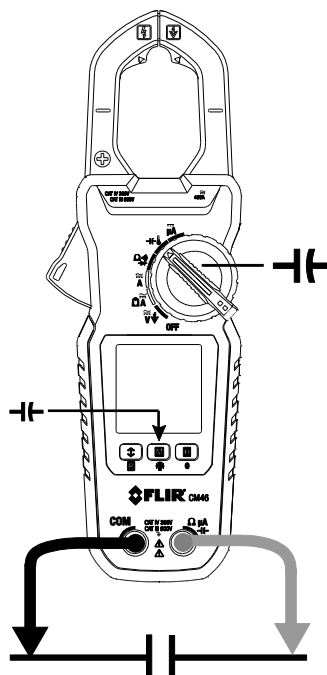

Figure 5-7 Mesures de la capacité
4. Mettez les embouts de la sonde en contact avec la pièce testée, ainsi qu'illustré dans la Fig. 5-7.